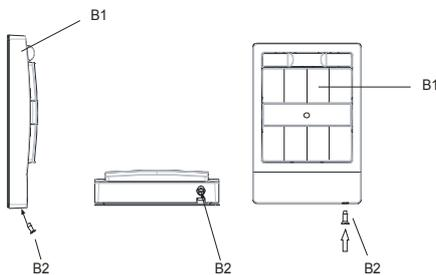

Bild 4
**Demontage des Wandsenders (Bild 4)**